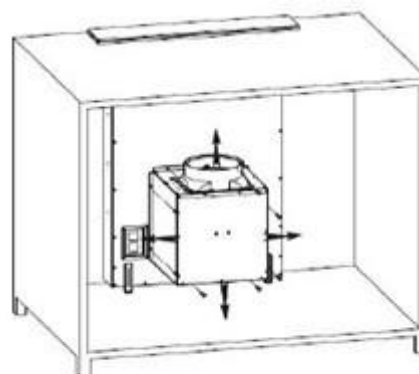

Fig. 4
3. Raccordez le boîtier et la hotte au moyen de 8 vis M10*10, le sens du vent étant haut, bas, gauche, droite, l'utilisateur peut choisir en fonction de la place de l'armoire (Voir fig. 4).